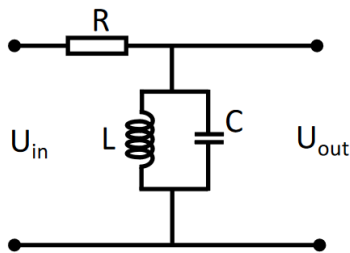

Abbildung 1.31: Ein RLC -Parallelschwingkreis ist gezeigt.
3. Baue einen RLC -Parallelschwingkreis wie in Abbildung 1.31 mit *LTspice* nach. Der Widerstand habe $R = 1\text{ k}\Omega$, die Spule eine Induktivität von $L = 10\text{ mH}$ und der Kondensator eine Kapazität von $C = 100\text{ nF}$.